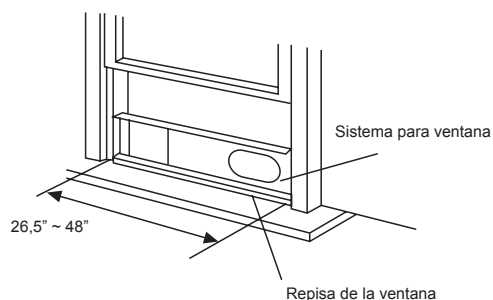

Fig. 9
2. Coloque el kit deslizante de la ventana en la repisa. Ajuste la longitud del kit deslizante al ancho de la ventana, disminuya el kit ajustable si el ancho de la ventana es inferior a 68,5 cm. Abra la ventana e instale el kit deslizante sobre la repisa. Fig. 9.